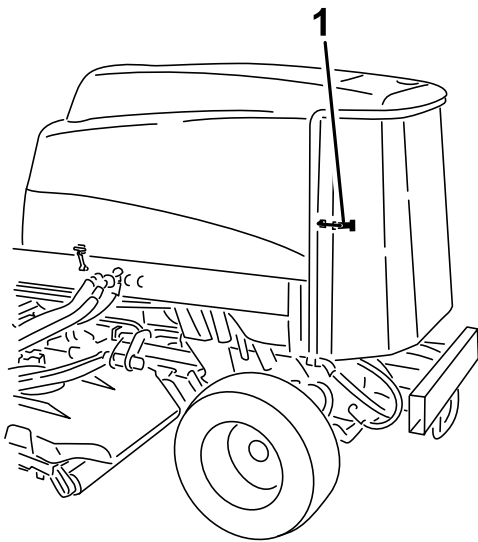

Рисунок 73
3. Откройте защелку и откиньте заднюю решетку (Рисунок 73).